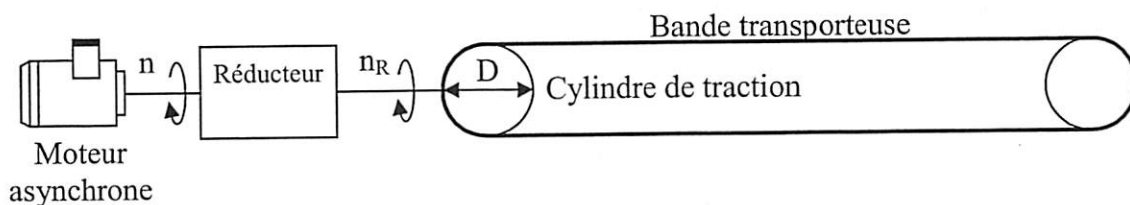

Figure 2
La motorisation de la bande assurée, par un moto-réducteur, est représentée sur la figure 2.
- 2.1. Compléter l'arbre des puissances représenté sur la figure 2 du document réponse 1 en précisant clairement la nature des différentes puissances et pertes du moteur asynchrone.